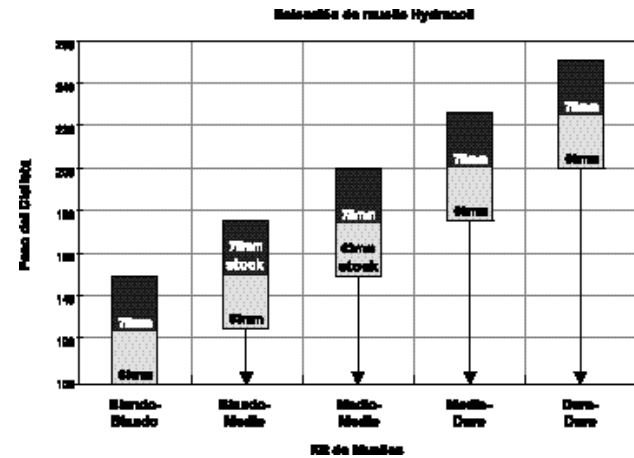

Fig. 2
2. Comprima totalmente la horquilla y retire lentamente los grupos de muelles (tapa superior, espaciador de muelles, y muelle helicoidal). See Fig. 2.